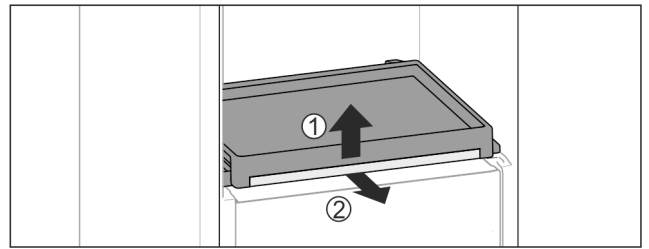

Fig. 35
- ▶ Uitschuifplateau met glasplaat eruit halen: Glasplaat aan de voorkant licht omhoog tillen *Fig. 35 (1)* en vanaf de voorkant eruit trekken *Fig. 35 (2)*.